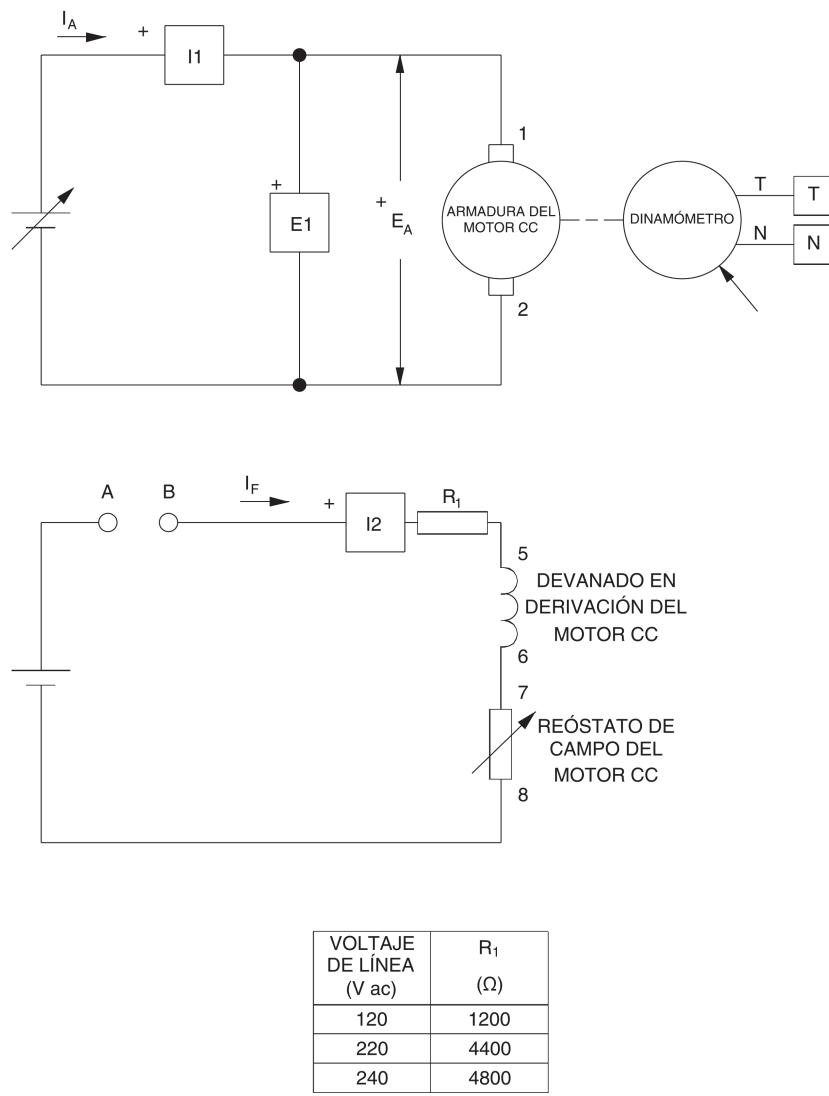

Figura 3-6. Motor CC con excitación independiente acoplado al Dinamómetro.
En la cuarta parte, conectará el equipamiento como lo muestra la Figura 3-6. Luego incrementará la corriente de campo de un motor c.c. con excitación independiente, de cero hasta aproximadamente 175% de su valor nominal, mientras mantiene una corriente fija de armadura. De esta manera obtendrá los datos necesarios con el fin de trazar un gráfico par del motor en función de la corriente de campo I_F . Esto le permitirá demostrar el efecto de saturación en las máquinas c.c.
15. Modifique las conexiones para obtener el circuito del motor c.c. con excitación independiente de la Figura 3-6. Conecte las tres secciones del módulo carga resistiva en paralelo para obtener el resistor R_1 . Como se muestra en dicha figura, deje el circuito abierto en los puntos A y B.
Conecte los puntos A y B del circuito de la Figura 3-6.